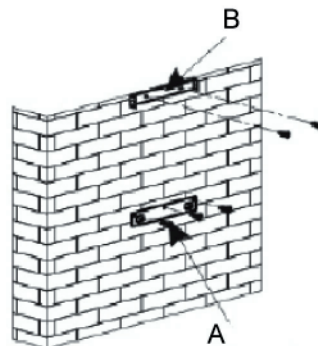

fig. 1
- Märk ut de 3 hålen som skall borraras och använd upphängningskroken till kåpan, avpassa och respektera det rekommenderade avståndet (del A i fig. 1).
- Skruva in hållaren för fastsättning av kåpan och se till att den är perfekt i våg. (del A i fig. 1).
- Beräkna den slutliga höjden för att skruva dit U bygel till skorstenens fäste (del B fig. 1).
- Borra de 2 hålen på 8 mm och skruva i monteringsflänsen till skorstenen, kontrollera att den är i linje med kåpan (del B fig. 1).